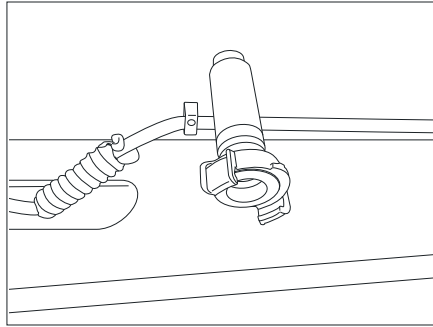

Bild 179 Frischwasseranschluss (Messingverrohrung)
- Frischwasser am Bajonettverschluss (Messingverrohrung, Bild 179) anschließen.
- Frischwasseranschluss (Messingverrohrung, Bild 179) entfernen.